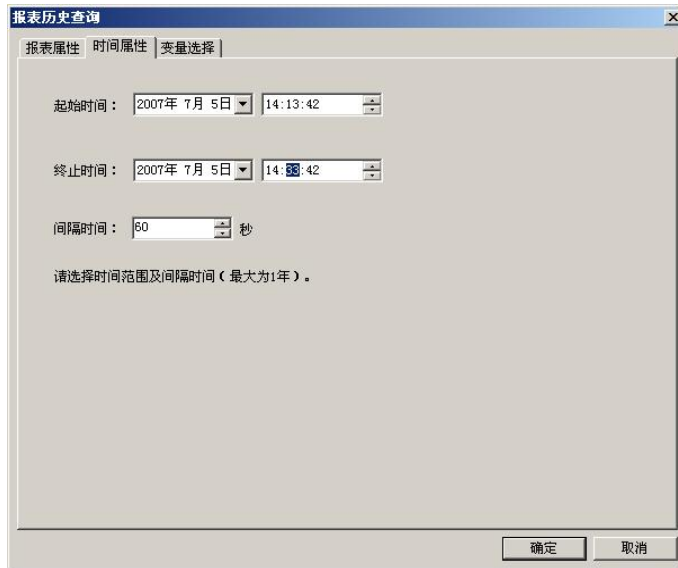

图 17.28 历史数据查询—时间属性页
设置数据查询的时间属性。如图 17.28 所示。
- 用鼠标左键单击日期编辑框中需要修改的部分, 该部分被加亮选中, 然后直接使用键盘输入日期数值。如选择图 17.28 中的起始日期为 5 月 24 日, 先用鼠标单击如图 17.28 中起始时间编辑框“2001 年 6 月 25 日”中的“6”, 该字被加亮显示, 然后直接输入“5”; 用鼠标单击“25”, 该字被加亮显示, 然后直接输入“24”。